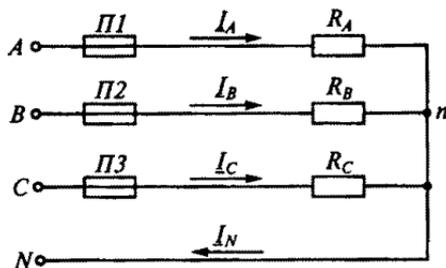

Рис. 128
3.102. Как изменятся токи, если перегорит предохранитель *П1* на рис. 128 при $R_A = R_B = R_C$?